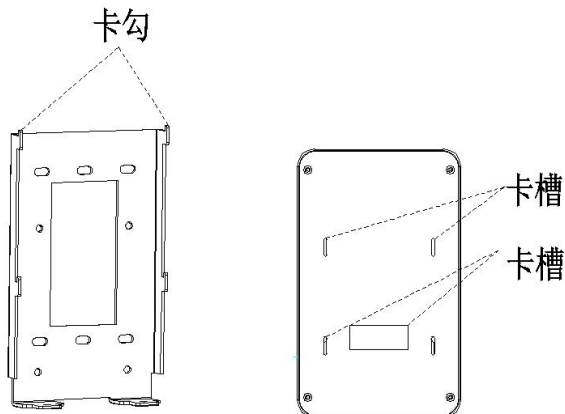

图 2-5
- 1) 把连接好的网线和电源线等整理好后, 将人脸识别设备往金属挂墙板上靠, 使得挂墙板卡槽完全卡入设备卡槽内, 如图 2-5。